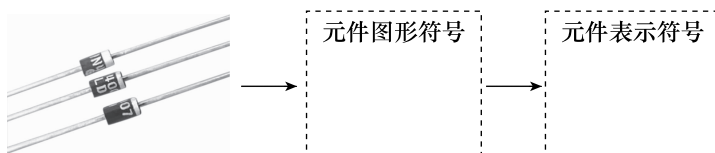

图 1-14 整流二极管
(8) 如图 1-14 所示, 将整流二极管的图形符号、表示符号填入对应方框中。